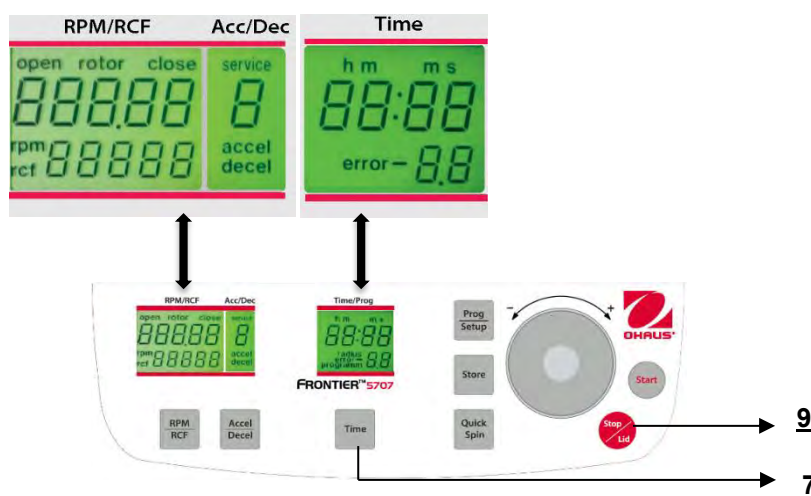

Figure. 27
La centrifugeuse étant hors tension, appuyer simultanément sur les touches **"Time"**(7) et **"Stop/Lid"** (9), et mettre la centrifugeuse sous tension avec le commutateur principal. Relâcher les deux touches ; il en résultera l'exécution d'un test de l'affichage pendant environ 5 secondes. Tous les indicateurs apparaîtront simultanément (voir la figure 27).